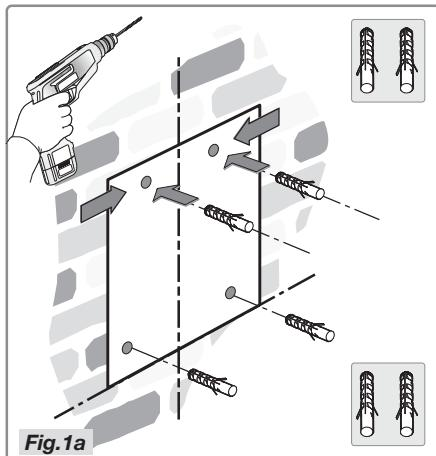

Fig. 1a
- Placez la matrice sur le mur et veillez à ce qu'elle s'aligne sur la ligne précédemment dessinée sur le mur. Dessinez la position des trous et percez-les (Fig.1a).